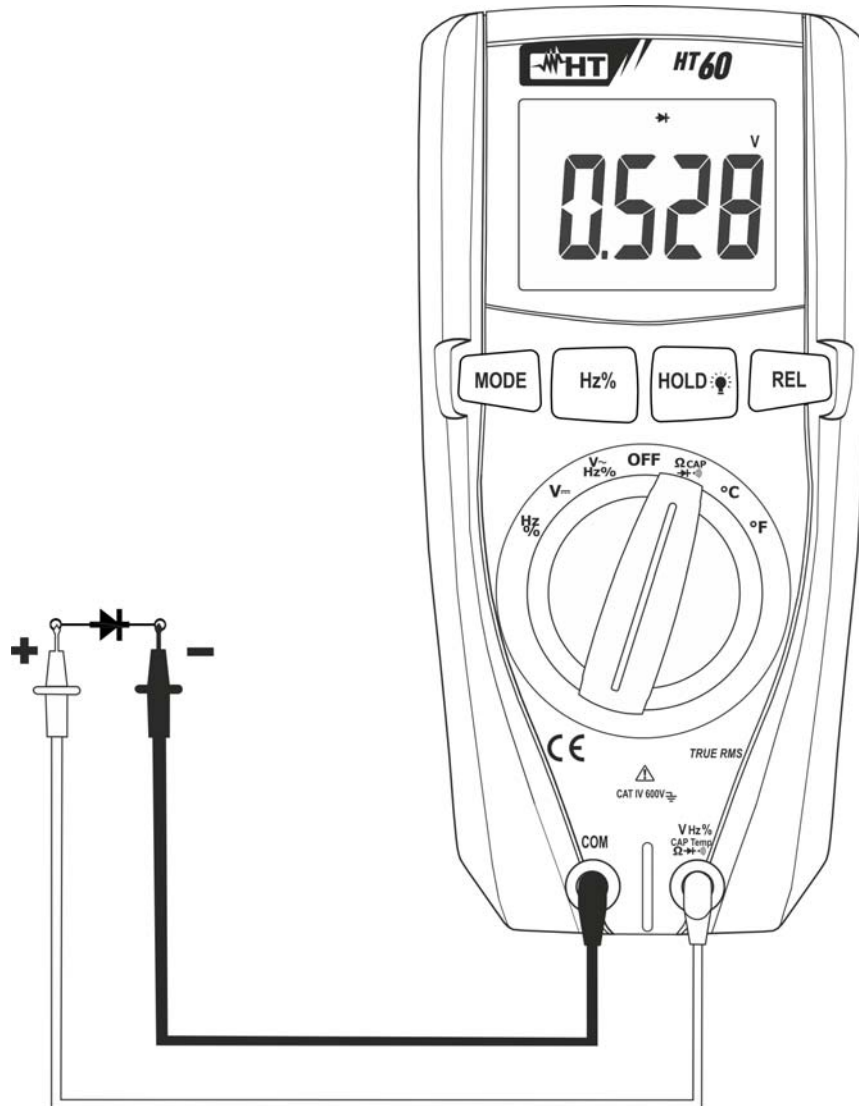

Fig. 5: Uso dello strumento per la Prova Diodi
4. Posizionare i puntali ai capi del diodo in esame rispettando le polarità indicate (vedere Fig. 5). Il valore della tensione di soglia in polarizzazione diretta è mostrato a display
6. Se lo strumento visualizza il messaggio "**O.L.**" i terminali del diodo sono invertiti rispetto a quanto indicato in Fig. 5 oppure la giunzione P-N del diodo è danneggiata